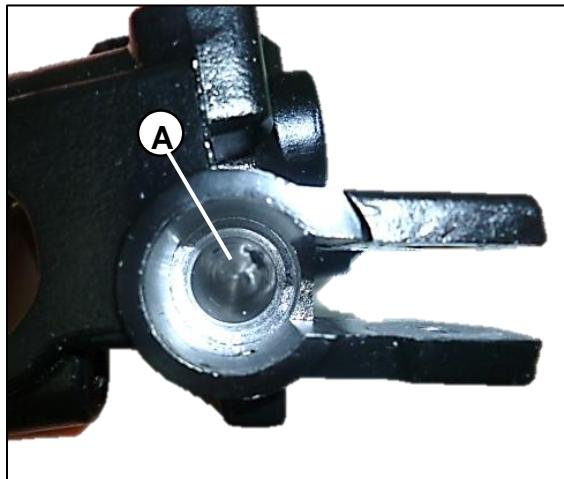

Fig. 19
Verifique el diámetro interior del cilindro maestro (A). **Fig. 19**